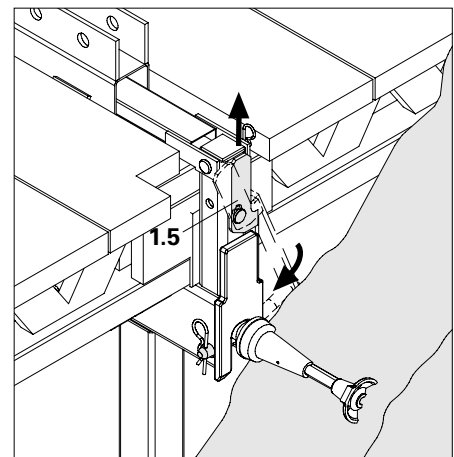

Fig. B4.07
2. Levantar el bulón de seguridad (1.5), bascarlo bajo el anillo soporte (5.6) y asegurarlo con grupilla de seguridad. (Fig. B4.07)